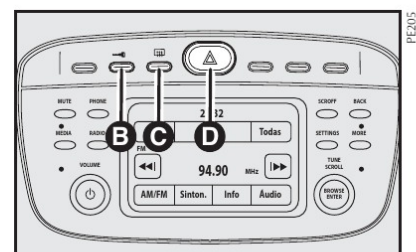

fig. 75
**C - Desembaçador do vidro traseiro fig. 75** - Botão com indicação de função ativada para ligar/desligar o desembaçador do vidro traseiro.
**D - Luzes de emergência** - Botão com indicação de função para ligar e desligar as luzes de emergência. Acendem-se apertando levemente o botão **D-fig. 75**, independente da posição da chave de ignição. Com o dispositivo ligado, o símbolo sobre o interruptor **D** e o indicador  $\leftrightarrow$ , no quadro de instrumentos iluminam-se de modo intermitente.